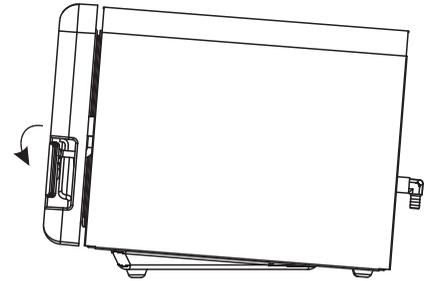

Fig. 14
- 5 ► **FECHO** - Localizado na parte frontal da autoclave (Fig. 4). É utilizado para abrir, fechar e travar a porta da autoclave (conjunto painel/tampa). Para verificar a posição correta do fechamento consulte as Figs. 14 e 15 (Pág. 14).
- c► Feche a porta da autoclave. Para fechar corretamente, ainda com a autoclave aberta e o fecho totalmente para a esquerda, feche a porta pressionando-a contra a câmara (cuba), mova o fecho totalmente para a direita e depois para baixo até o final do curso (Figs. 14 e 15). Para a abertura da autoclave repita o mesmo procedimento de modo inverso.